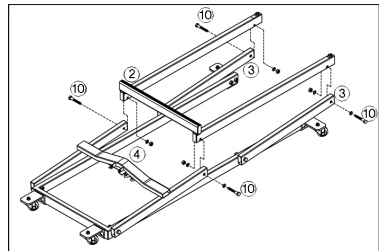

FIGURE 4.
15. Glissez une rondelle M10 sur chacun des quatre boulons M10 x 65. Glissez un boulon à travers chacun des bras de la base du cric et la barre d'appui à partir de l'extérieur. Glissez une rondelle M10 sur chaque boulon et fixez avec un écrou M10 (Fig. 4).
16. Glissez un boulon à travers chacun des bras pivotants et la barre d'appui à partir de l'extérieur. Glissez une rondelle M10 sur chaque boulon et fixez avec un écrou M10 (Fig. 4).